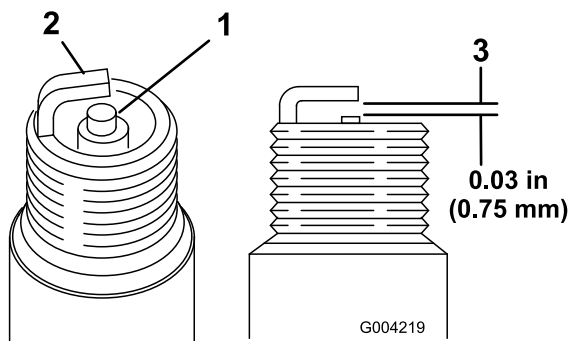

图 48
- 查看两个火花塞的中心图 48。如果您看到绝缘体上有浅棕色或浅灰色涂层、说明发动机运行正常。如果绝缘体上的涂层为黑色、则通常意味着空气滤清器已变脏。
2. 检查中心电极与侧电极之间的气隙图 48。
3. 如果气隙不正确请弯转侧电极图 48。